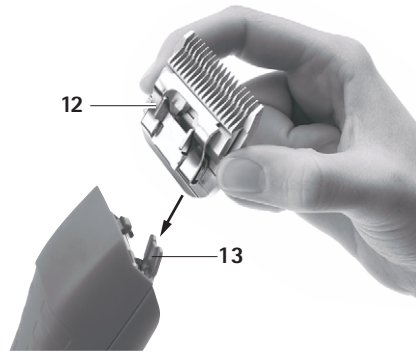

图 2
- 切割头 12 插在打开的测量铰链 13 上，参见图 2。
- 切割头 12 轻轻朝 FAV5 CL/FORTIS 剪毛机方向按压，参见图 2。